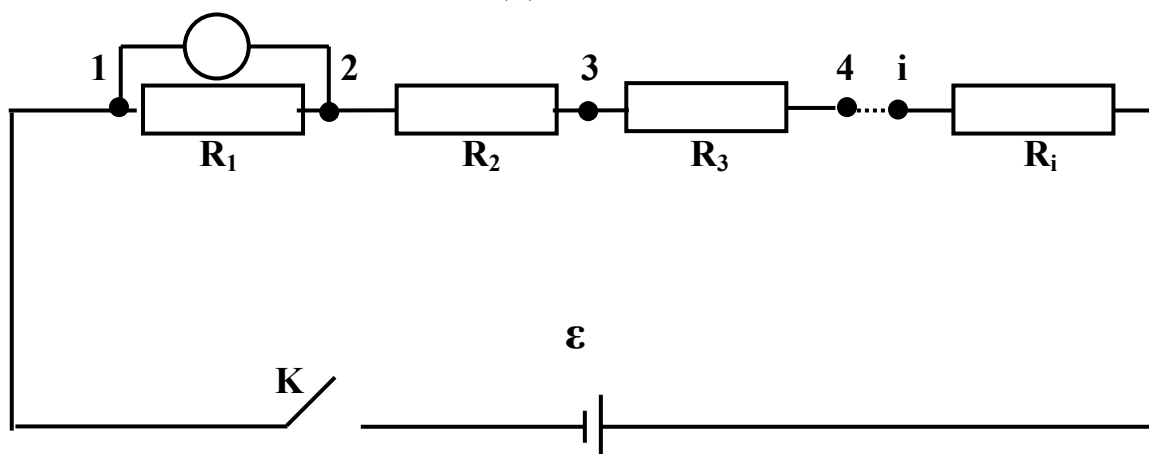

Рис. 2
1. Собрать цепь /рис.2/. Набор сопротивлений общим сопротивлением $R_0(\text{Ом})$ (задаётся преподавателем) остаётся постоянно включенным в цепь во время измерений.
2. С помощью вольтметра измеряется падение напряжения на сопротивлении R_1 , которое является частью сопротивления R_0 . Если вольтметр включить параллельно сопротивлению R_1 , то сопротивление участка цепи между точками 1-2 / рис. 2/ определяется как
где R_{1i} – сопротивление соответствующего участка цепи (рис. 2). Значение напряжения и соответствующее ему значение делений шкалы вольтметра при данном сопротивлении R_{1i} записывают в таблицу 2.